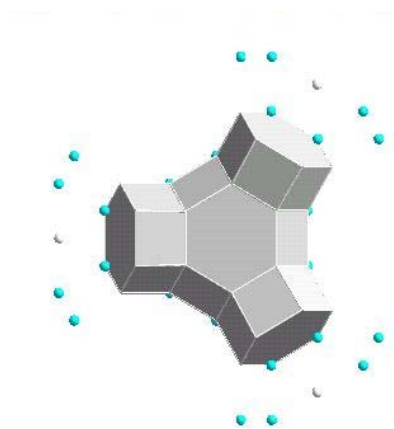

図 89: 構造にさらに配位圏を追加したところ
- “Build”メニューより“Spheres”コマンドを選択し“Define fixed sphere”ダイアログを開きます。今度は sphere を 0 から 5Å にセットし、OK をクリックしてください(図 89)。